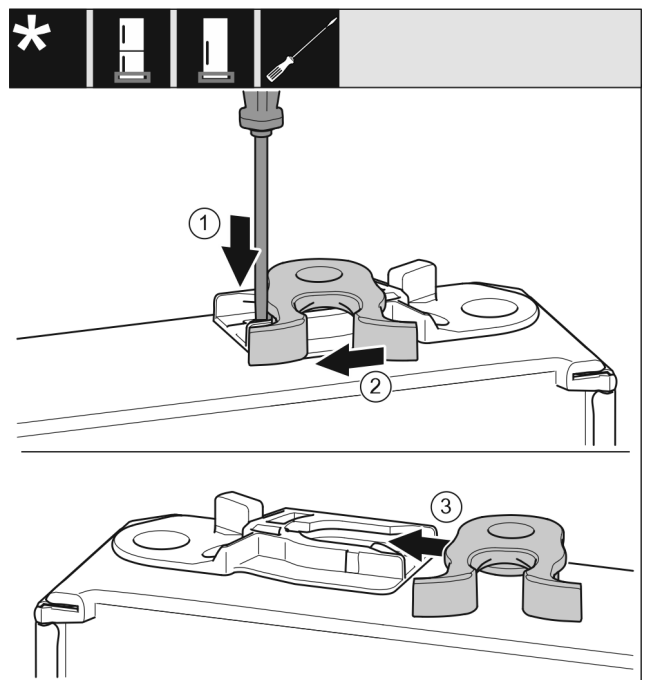

Fig. 27
- ▶ Press lasken ned med skrutrekkeren. Fig. 27 (1)
- ▶ Trekk låsekrokene ut av føringene. Fig. 27 (2)
- ▶ Skyv låsekrokene inn i føringen på den andre siden. Fig. 27 (3)